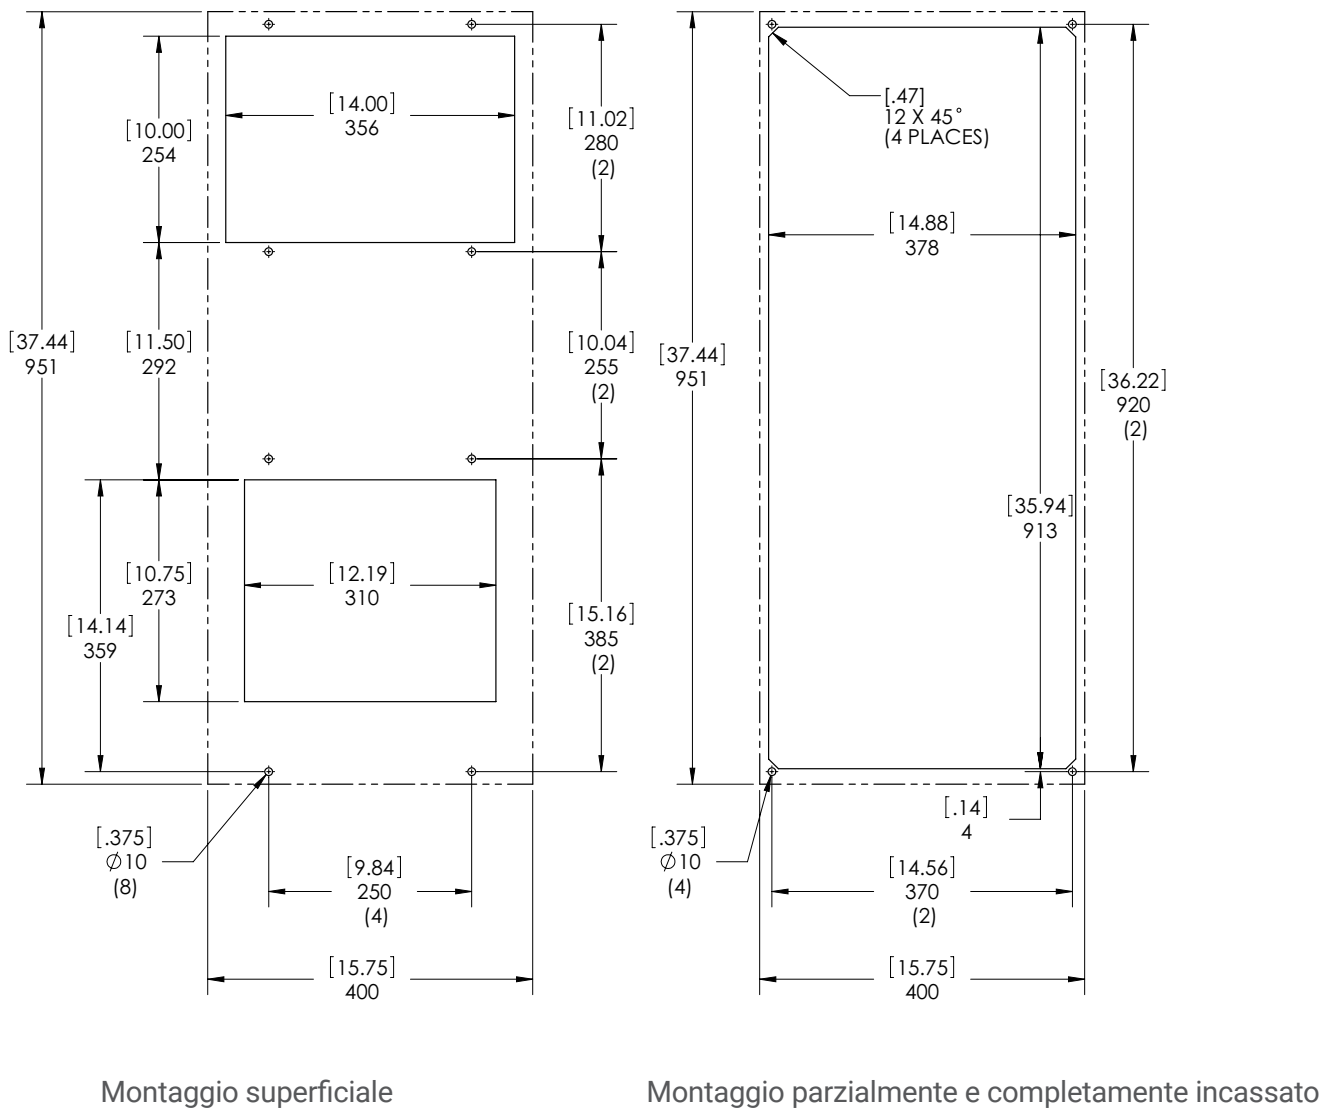

Figura 15
2. Con l'ausilio della sagoma fornita con l'unità, predisporre l'armadio. Vedere Figura 15. La parte anteriore dell'unità richiede una distanza di 0,5 m per garantire il corretto passaggio dell'aria. Sono necessari 5 cm su ogni lato dell'unità. Per evitare il traboccamento della condensa, l'unità deve essere montata con un'inclinazione massima di 3°.